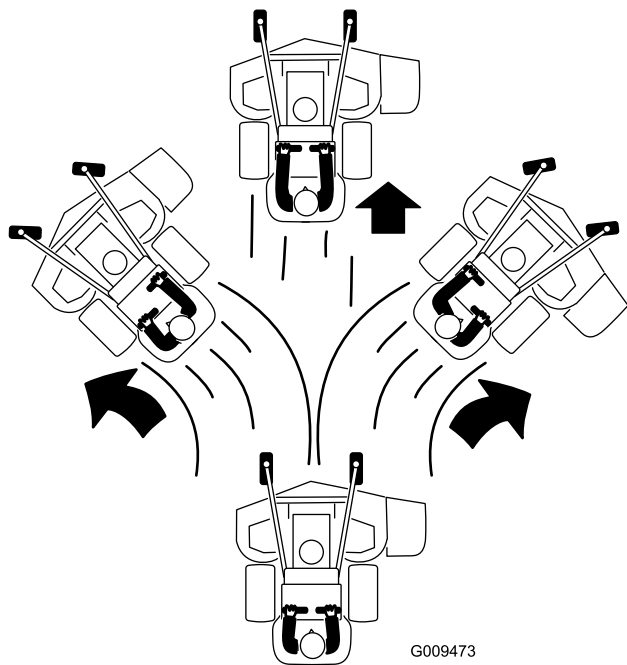

Bild 23
4. Schieben Sie die Fahrtriebshebel langsam nach vorne (Bild 23).